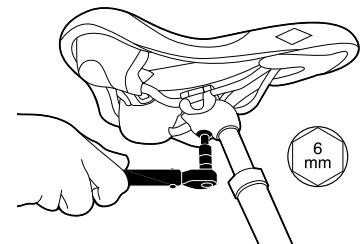

Abb. 8: Anziehen/Lösen der Klemmschraube
1. Lösen Sie mit einem 6-mm-Inbusschlüssel die Schraube, mit der der Sattel an der Sattelstütze befestigt ist, bis der Sattel einfach bewegt werden kann, siehe Abb. 8.